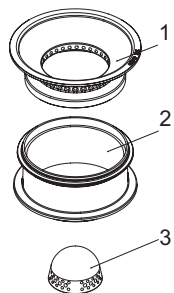
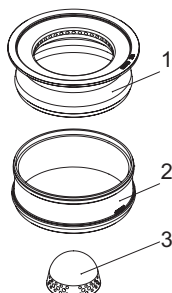

Fig. 41 Primärluftdorn, Konus
Fig. 42 Primärluftdorn, Konus
- ▶ Konus Oberteil [1] und Unterteil [2] aus dem Brennertopf herausheben – Fig. 41, Fig. 42.